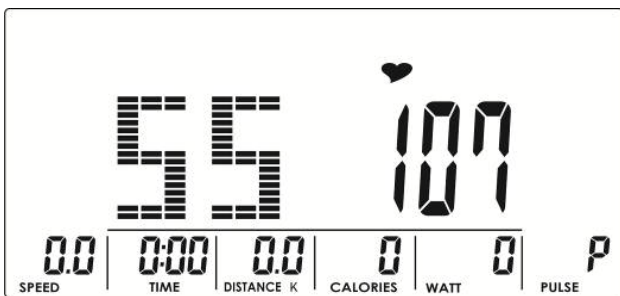

Abbildung 11
2. Wählen Sie das gewünschte Herzfrequenzprogramm (55%, 75%, 90% oder TA) mit dem Encoder aus und bestätigen Sie die Auswahl mit der Mode-Taste (Abb. 11–14).